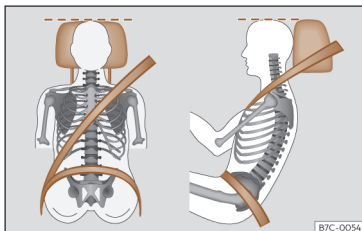

Fig. 17 Faixa do cinto de segurança e encosto de cabeça corretamente regulados.
- Ajuste o encosto de cabeça de modo a que o rebordo superior fique, na medida do possível, alinhado com a parte superior da cabeça, o mais próximo possível da altura dos olhos¹⁾ >>> **Página 133.** Mantenha a nuca o mais próximo possível do encosto de cabeça >>> **Fig. 17.**
- Ajuste longitudinalmente o banco, de modo a poder carregar a fundo nos pedais com os joelhos ligeiramente fletidos e a ficar uma distância entre a zona dos joelhos e o painel de instrumentos de pelo menos 10 cm (4 polegadas) >>> **Fig. 17.**